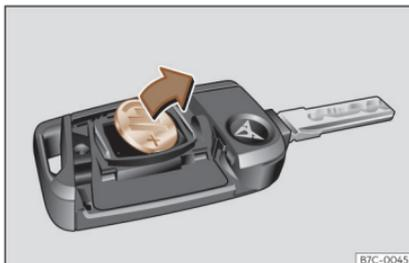

Fig. 68 Clé du véhicule : retirez la pile.
- Retirez la pile du compartiment à l'aide d'un objet fin approprié >>> fig. 68 .
- Placez la pile neuve comme indiqué >>> fig. 68 et appuyez-la contre le logement des piles dans le sens contraire de la flèche >>> ⚠.